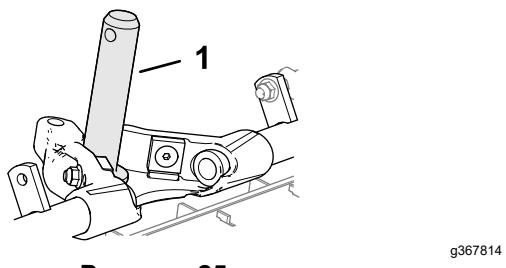

Рисунок 25
- Нанесите чистую консистентную смазку на ось несущей рамы (Рисунок 25).